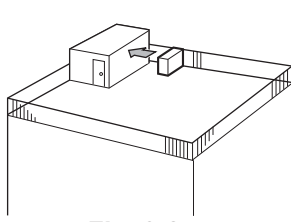

Fig. 3-2
- ① Τοποθετήστε τη μονάδα ώστε το στόμιο εξαγωγής του αέρα να είναι στραμμένο προς τον πλησιέστερο διαθέσιμο τοίχο και να απέχει περίπου 50 εκατοστά. (Fig. 3-2)